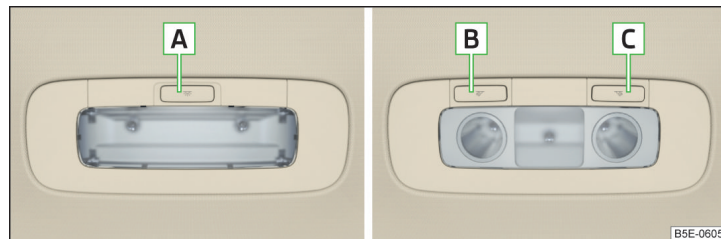

Fig. 51 Lampa interioară din spate: Varianta 1/varianta 2
**Varianta 1 - Operarea (prin apăsarea comutatorului) » fig. 51**
**Varianta 2 - aprinderea/stingerea (prin apăsarea respectivului comutator) » fig. 51**